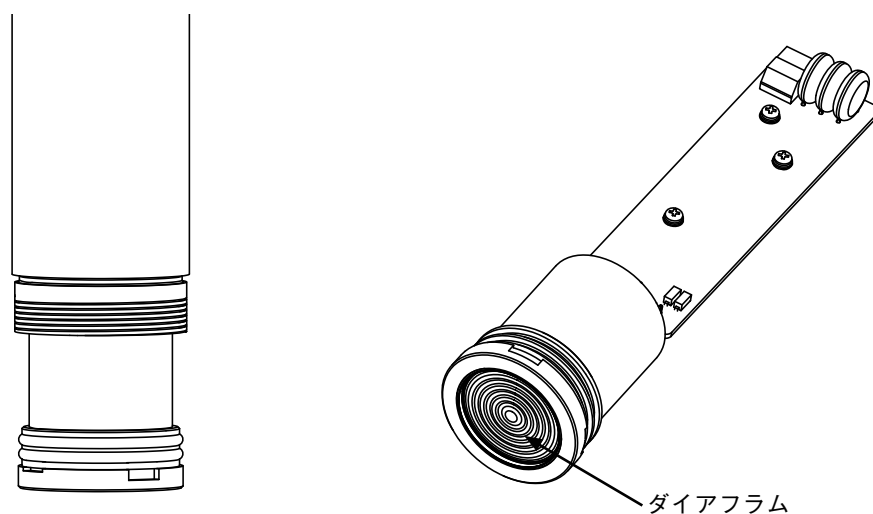

図9-7. ハウジングとボディの分解
- ③ 手で持てる程度ボディが出たら、引き抜きます。このときダイアフラムに無理な力を掛けて傷つけないように注意してください。(☞図9-7)